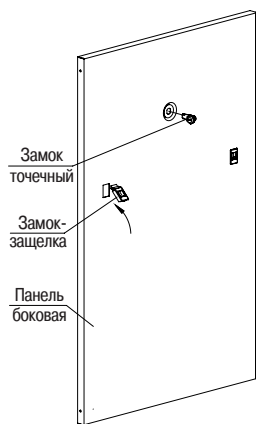

Рисунок 8 – Сборка боковой панели
3.2.1 Извлеките из третьего места панели боковые. Вставьте в прямоугольные отверстия панелей замки-защёлки. Вставьте в отверстие панелей замки, предварительно скрутив гайки. Проверьте правильность установки замков. При правильной установке язычки замков переводятся в положение «закрыто» сверху вниз. Закрепите замки на панелях гайками (рисунок 8).